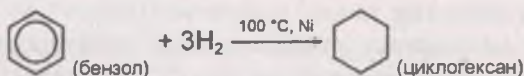

Рис. 71
2) гидрогенизация ароматических соединений (рис. 71).